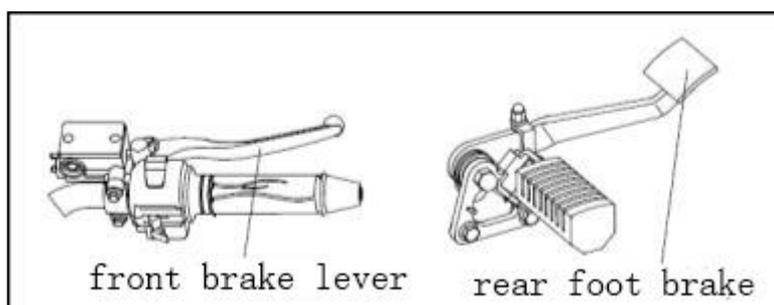

Fig. 13 Travões
## (2) Em subida e viragens (Fig. 13)